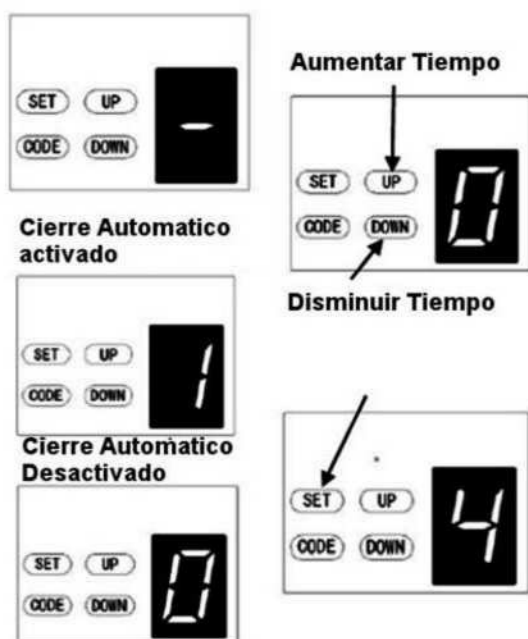

Fig.42
7.5.- Programando el Cierre Automático (Fig.42).